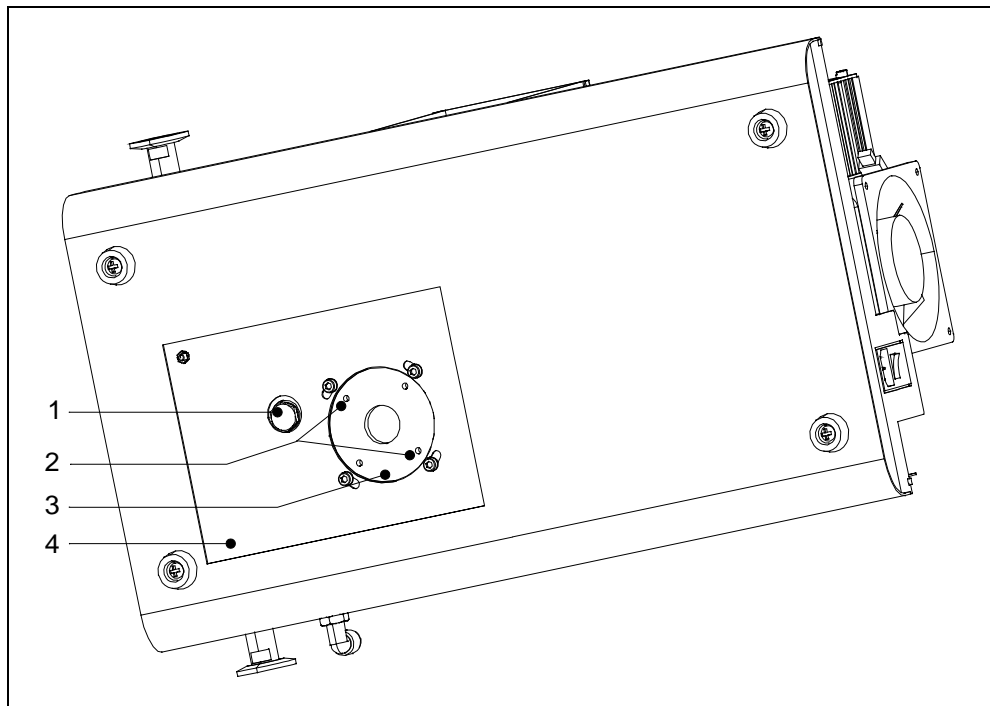

Abb. 7-3 Verschlussdeckel Betriebsmittelspeicher
- 4 Für den Austausch des Betriebsmittelspeicher der Turbomolekularpumpe muss der Verschlussdeckel auf der Unterseite der TMH 071 herausgedreht werden. Siehe hierzu Abb. 7-3/3.